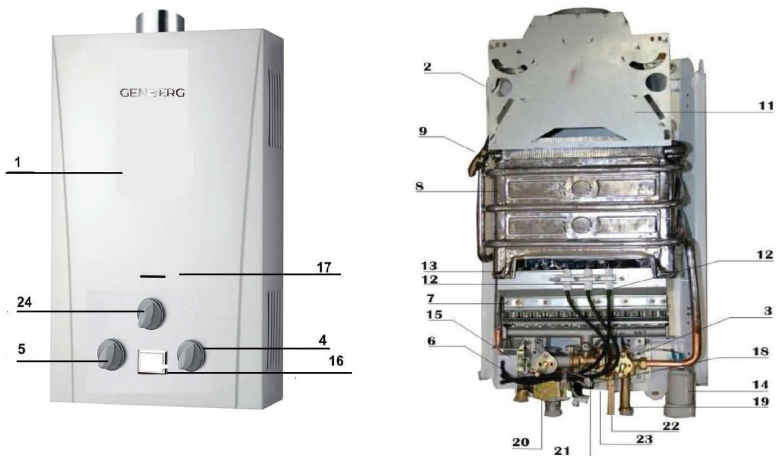

Рис. 1. Аппарат водонагревательный проточный газовый бытовой GENBERG G110.01(02), G105.01, G210.01, G310.01(02), G112.01
Составные части изделия, поясняющие принцип устройства аппарата и требующие технического обслуживания во время эксплуатации, показаны на рис. 1.
2.4.1 Аппарат настенного типа имеет прямоугольную форму, образуемую съемной облицовкой 1, установленной на каркасе 2 (см. рис. 1).
Водогазовый узел 3 (см. рис.1) предназначен для включения аппарата и обеспечения регулирования температуры воды и расхода газа. Узел состоит из двух регуляторов: водяного и газового.
Конструкция регулятора водяного обеспечивает доступ газа к основной горелке только при наличии протока воды, одновременно обеспечивая срабатывание электромагнитного клапана 6 (см. рис. 1).